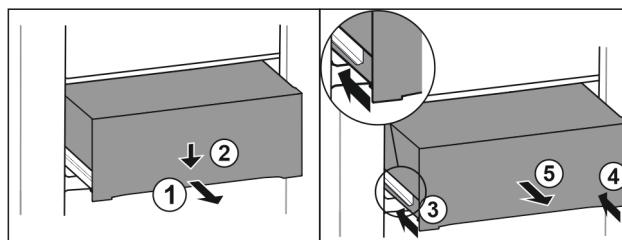

Fig. 131
- ▶ Vytiahnite zásuvku do polovice. Fig. 131 (1)
- ▶ Zatlačte zásuvku na prednej strane smerom nadol. Fig. 131 (2)
- ▶ Zasuňte ľavú koľajničku o cca 2 cm. Fig. 131 (3)
- ▶ Zasuňte pravú koľajničku o cca 2 cm. Fig. 131 (4)
- ▶ Odoberte zásuvku dopredu. Fig. 131 (5)